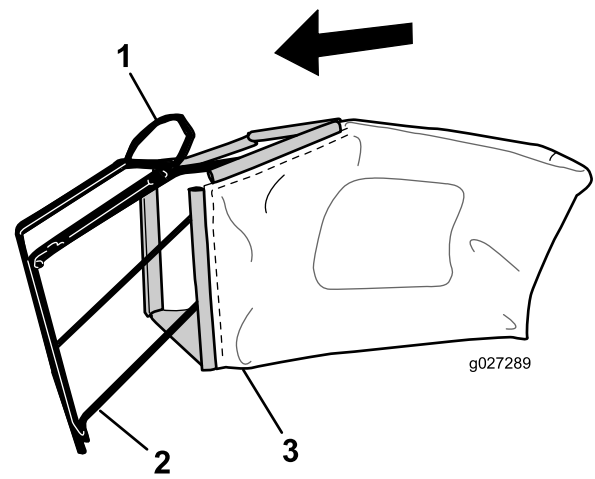

Figura 8
1. Deslize o saco de relva sobre estrutura como se mostra na Figura 8.
**Nota:** Não deslize o saco sobre pega (Figura 8).